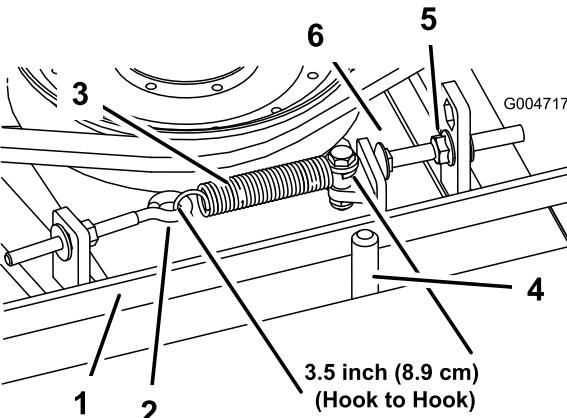

Figura 64
8,9 cm \pm 6 mm (lado interior). Logo que se obtenha a tensão correcta da mola, ajuste o pino de fecho (parafuso da carroçaria) até haver uma folga aproximada de 3 mm $+1,5/-0,0$ mm entre a cabeça do parafuso e o braço intermédio (Figura 64).
Nota: Certifique-se de que a correia está colocada no lado da mola do guia da correia (Figura 64).
2. Desaperte o parafuso com olhal permitindo a remoção da mola de extensão (Figura 64).
3. Desaperte a porca flangeada que fixa o pino de fecho na patilha de montagem. Puxa a porca ligeiramente para trás para permitir que o braço intermédio passe pelo pino de fecho (Figura 64). Retire a polia intermédia da correia para aliviar a tensão da correia.
8. Volte a ligar a mola de extensão (Figura 64) ao parafuso de olhal e aplique a tensão na correia como se segue: